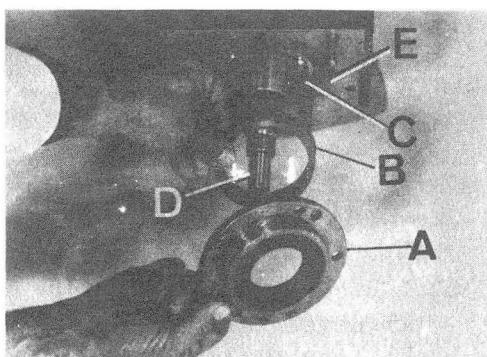

Fig. C1-94 Desmontaje porta-retén
1.5. Extraer la tapa, A (Fig. C1-94) porta-retén y las arandelas, B, de reglaje del rodamiento trasero del eje principal, manteniéndose apartadas las arandelas de reglaje, para su posterior montaje.
3.3.2. Montar la tapa, A (Fig. C1-94) con las arandelas de reglaje del rodamiento posterior del eje principal, aplicando en los labios de obturación del retén una película de aceite SAE 90 EP.